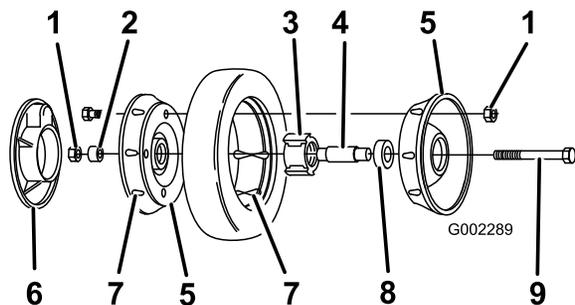

Figura 29
3. Togliete il bullone, il distanziale della ruota e il dado di bloccaggio che fissa la ruota al braccio orientabile (Figura 29).
4. Separate le semiruote dal pneumatico togliendo le quattro viti a testa cilindrica e i quattro dadi di bloccaggio (Figura 29).
Nota: Se volete togliere i cuscinetti dal gruppo cuscinetto-mozzo, premete sul distanziale del cuscinetto (Figura 29).
1. Collocate il pneumatico su una semiruota allineando le sporgenze (Figura 29).
2. Collocate il gruppo cuscinetto-mozzo nel foro centrale della semiruota. Verificate che i piedi del mozzo si trovino sulla flangia del foro (Figura 29).
3. Collocate l'altra semiruota sul gruppo cuscinetto-mozzo, ed allineate la ruota e le sporgenze del pneumatico con i fori di montaggio (Figura 29).
4. Unite le semiruote, senza stringere molto, usando due viti o bulloni completamente filettati (1/4-20 x 1,50 poll.) e dadi senza blocco. Montate le viti o i bulloni nei fori opposti (Figura 29).
un serraggio uniforme, finché le semiruote non si toccano (Figura 29).
6. Montate negli altri fori delle semiruote i due bulloni e i due dadi di bloccaggio tolti in precedenza, e serrateli. Togliete i due bulloni lunghi e sostituiteli con due bulloni e due dadi di bloccaggio (Figura 29).
7. Montate la ruota sul braccio orientabile utilizzando i bulloni, un distanziale ed un dado di bloccaggio. Verificate che il distanziale si trovi fra il mozzo e il braccio orientabile (Figura 29).